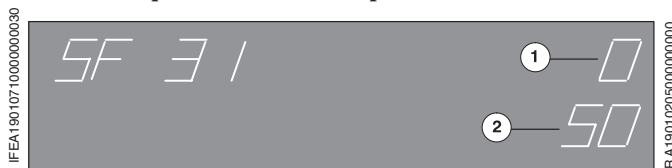

Рис. 19 СПЕЦИАЛЬНАЯ ФУНКЦИЯ SF 31: ПРЕДВАРИТЕЛЬНЫЙ ВЫБОР КОМПЛЕКТА - ВКЛАДКИ ПОЛОСОК БУМАГИ
- ① Нажать на кнопку СПЕЦИАЛЬНЫЕ ФУНКЦИИ, на дисплее появится номер последней набранной специальной функции.
- ② Вызвать с помощью цифровой клавиатуры специальную функцию 31 (ПРЕДВАРИТЕЛЬНЫЙ ВЫБОР КОМПЛЕКТА - ВКЛАДКИ ПОЛОСОК БУМАГИ), индикация на дисплее (Рис. 19).
- ③ Нажать на кнопку СТИРАНИЕ.
- ④ На цифровой клавиатуре задать размер комплекта (число печатных листов) (минимальный размер: 10). На Рис. 19/② показан заданный размер комплекта (здесь: 50 листов).
- ⑤ Нажать на кнопку СПЕЦИАЛЬНЫЕ ФУНКЦИИ, чтобы выйти из индикации.